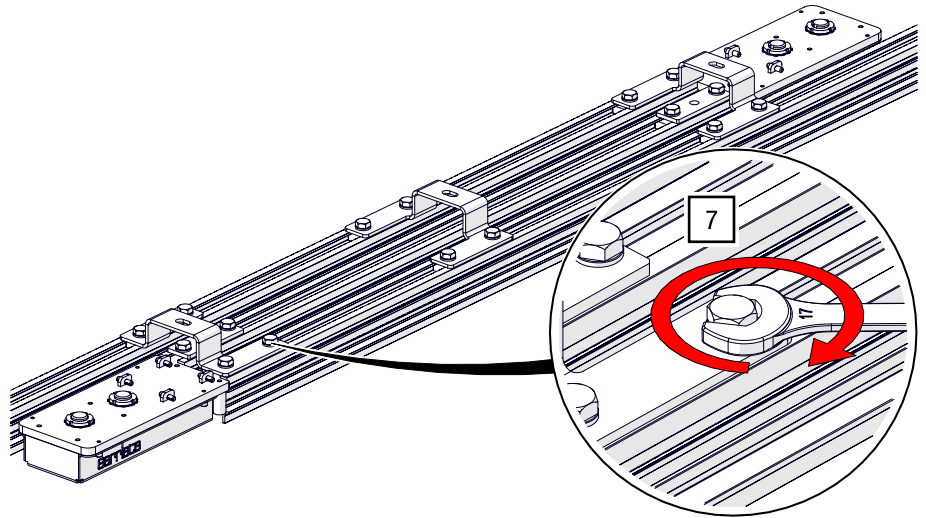

Abb. 63: Überlaufeinheit – Schrauben der Abhängungen anziehen
7. Ziehen Sie alle Schrauben mit einem Gabelschlüssel SW 17 an (siehe Abb. 63).